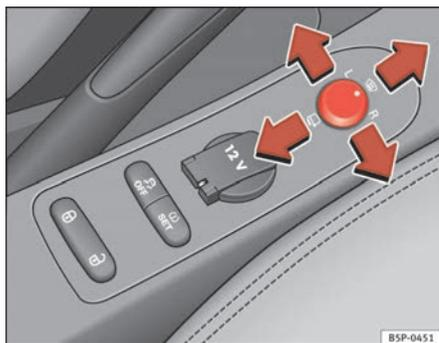

Fig. 89 Interruptor dos espelhos exteriores
1. Rodar o botão giratório ⇒ **fig. 89** para a posição **L (espelho retrovisor esquerdo)**.
- Rodar o comando para a frente, na posição central ⇒ **fig. 89** **①**, para que os retrovisores térmicos aqueçam e a função de vidro pára-brisas aquecível* na zona de repouso das escovas, fique activa ⇒ página 129.
- Rodar o comando ⇒ **fig. 89** para a posição  para recolher os retrovisores exteriores. Para evitar danos no veículo, deve recolher os retrovisores exteriores sempre que o veículo entre num túnel de lavagem automática.